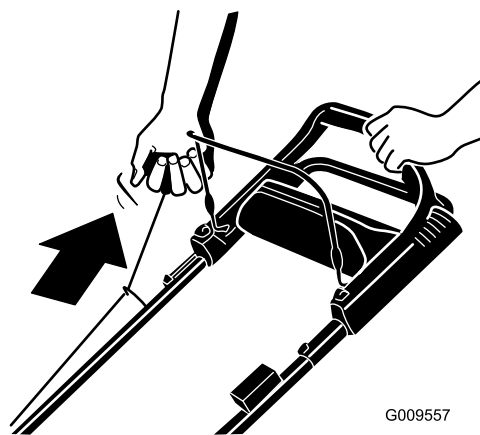

Figure 13
2. Tirez lentement la poignée du lanceur (Figure 13) jusqu'à ce que vous sentiez une résistance, puis tirez vigoureusement. Laissez le lanceur se rétracter lentement jusqu'à la poignée.